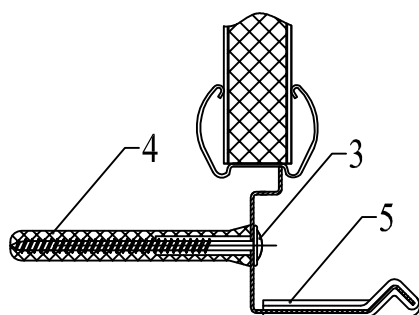

Рис.2
1. На стене на необходимой высоте закрепить лоток (2), для чего по его отверстиям разметить и просверлить в стене два отверстия Ø8 и глубиной 80 мм, забить в них два дюбеля (4), и саморезами (3) закрепить лоток (Рис.2). На торцевые части лотка закрепляем заглушки (5).